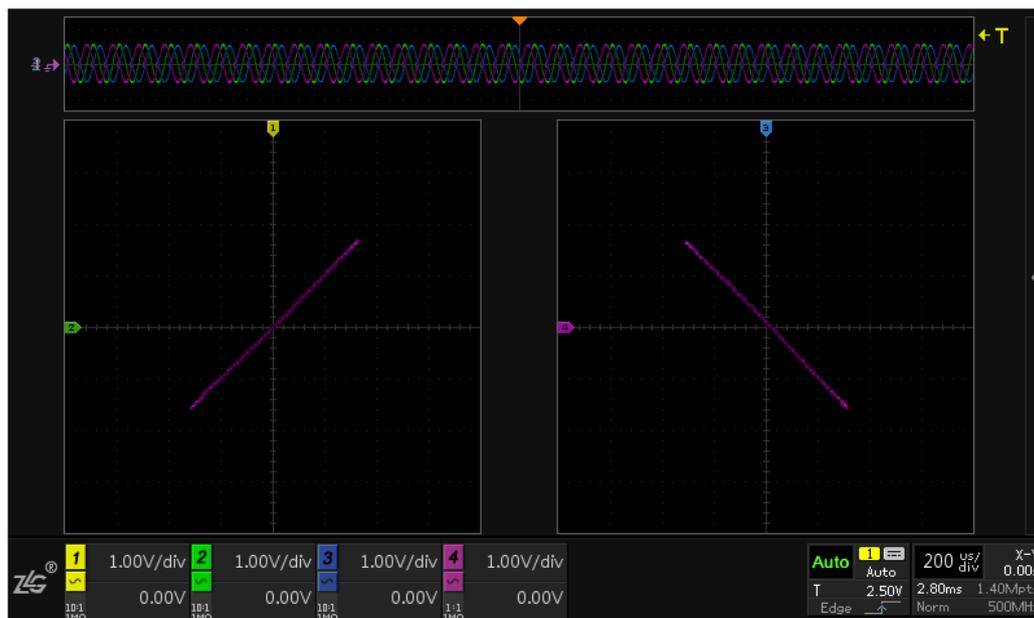

图 9.10 45°斜线
- 当 $\Phi = 0$ 时，即两个通道的信号相位相同，此时 $Y = X$ ($A=B$)，对应的显示波形即为一条 45° 斜线，如图 9.10 左图所示。
- 当 $\Phi = \pi$ 时，即两个通道的信号相位相反，则 $Y = -X$ ($A=B$)，对应的显示波形即为一条 45° 斜线，如图 9.10 右图所示；